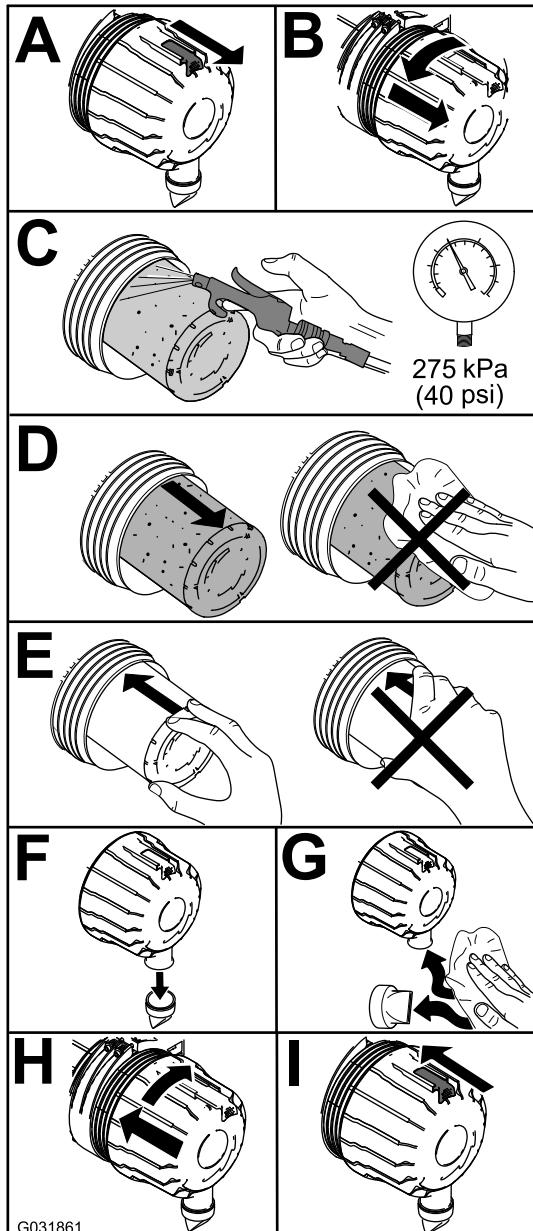

Figure 68
1. Remplacez le filtre à air (Figure 68).